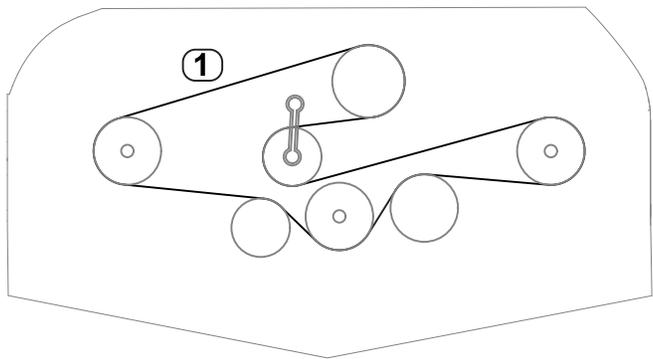

**Figure 28**
3. À l'aide d'une clé dynamométrique ou d'un outil similaire, éloignez la poulie de tension (Figure 28) de la courroie d'entraînement pour détendre cette dernière et pouvoir la déchausser de la poulie du boîtier d'engrenages.